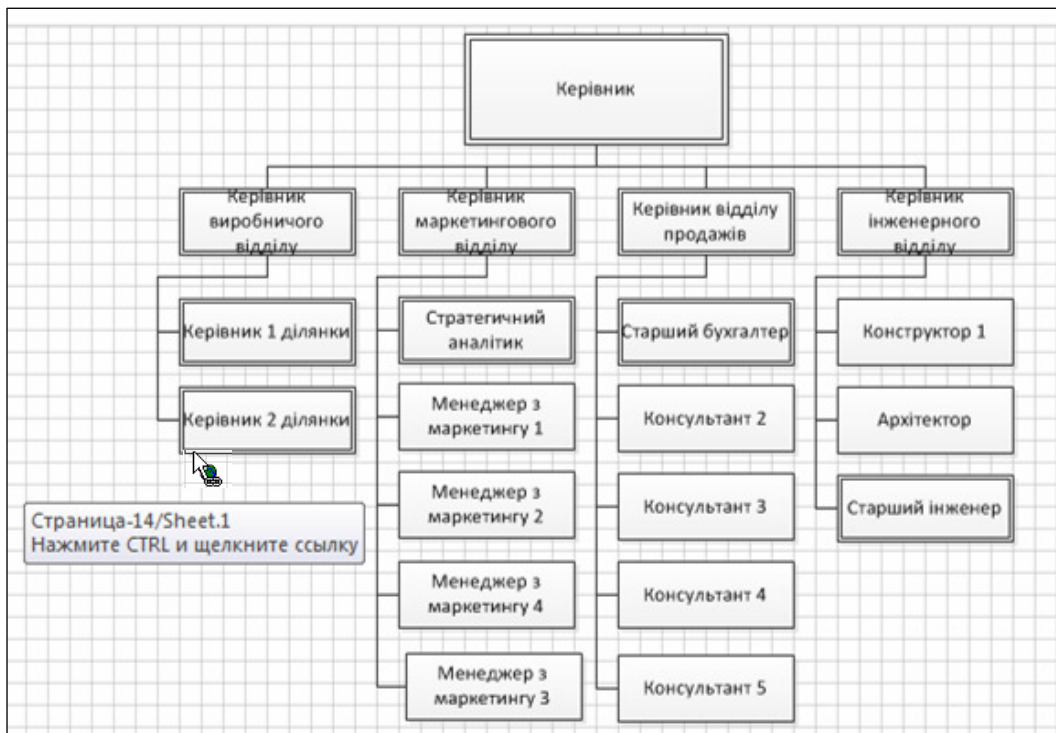

Рис. 3.28. Зв'язок даних на листах діаграми за допомогою посилань
11. Розглянемо створену діаграму. Дані листів пов'язані між собою за допомогою посилань. При наведенні на блоки керівників курсор набуває форми гіперпосилання (рис. 3.28). У таких блоків в контекстному меню є команда виду *Страница-14/Sheet.1*, яка переводить на лист з блоками підлеглих цього співробітника.